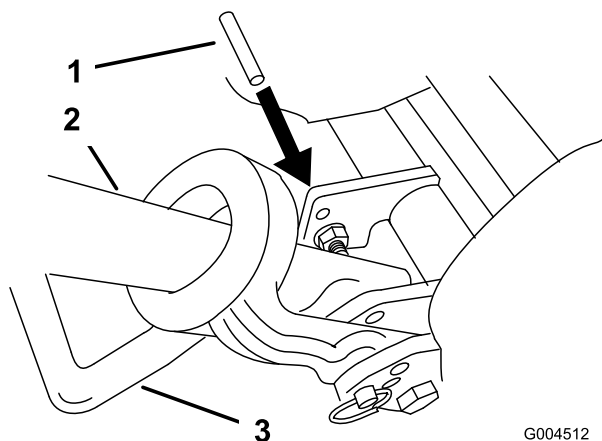

Bild 46
2. Lassen Sie den Ständer ab. Setzen Sie einen Stift oder etwas Äquivalentes mit einem Durchmesser von 1/4 Zoll in das Rahmenloch über dem Ständerbefestigungsbolzen ein (Bild 46).